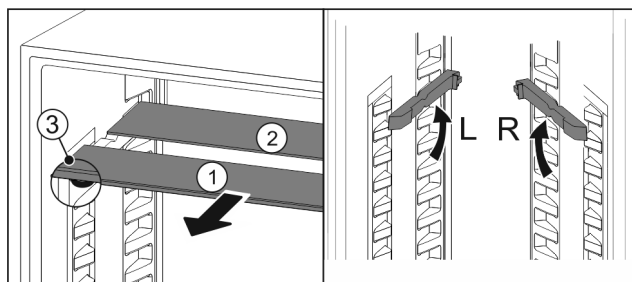

Fig. 19
- Издърпайте Fig. 19 (1) поотделно стъклените плочи напред.
- ▷ Стъклената плоча Fig. 19 (1) с декоративната лайсна е отпред.
- ▷ Ограничителите Fig. 19 (3) сочат надолу.